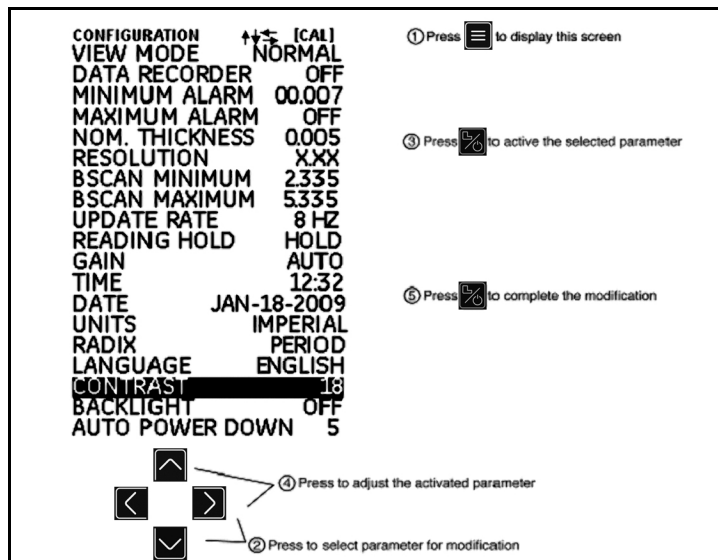

图 9：“Configuration”（配置）菜单
在使用 DM5E 前，必须按照下列步骤在“Configuration”（配置）显示屏对下一页中列出的参数进行设置（请参阅图 9）：
1. 按  以访问 “Configuration”（配置）界面（请参阅图 9，位于页码 21）。